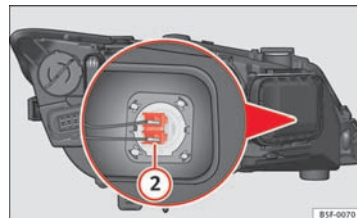

Fig. 139 Fjernlyspære
- Tryk stikket ⇒ Fig. 139 ② i siden mod venstre, og træk i den. ►